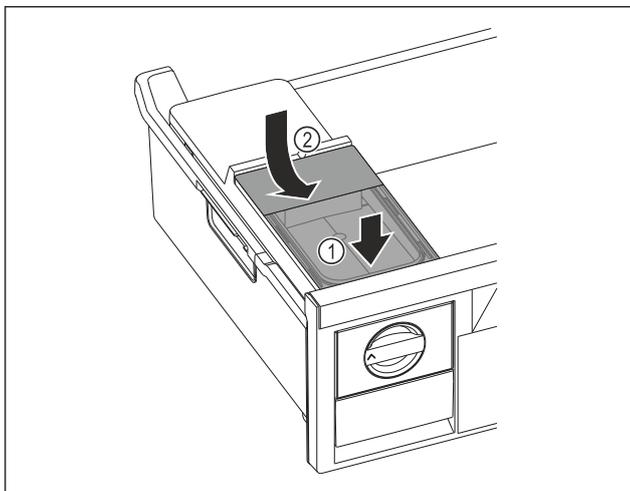

Fig. 110
- ▶ Conecte el depósito de agua en la parte delantera. Fig. 110 (1)
- ▶ Baje el depósito de agua desde la parte trasera. Fig. 110 (2)